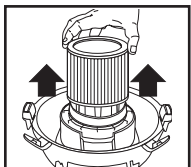

FIGURE 13
19. Glissez la cartouche filtrante à l'extérieur du support de couvercle. **FIGURE 13.**